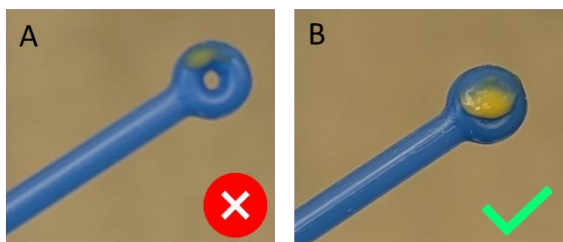

Abbildung 1: Korrekte Befüllung der 1-µL-Inokulationsöse.
- Eine **vollständig gefüllte** kalibrierte Inokulationsöse (**1 µL**) mit Bakterienkolonien entnehmen (Siehe Abbildung 1) und in **100 µL** 0,85–0,90 %iger Kochsalzlösung resuspendieren. Mehrere Kolonien verwenden, um atypische Varianten zu vermeiden